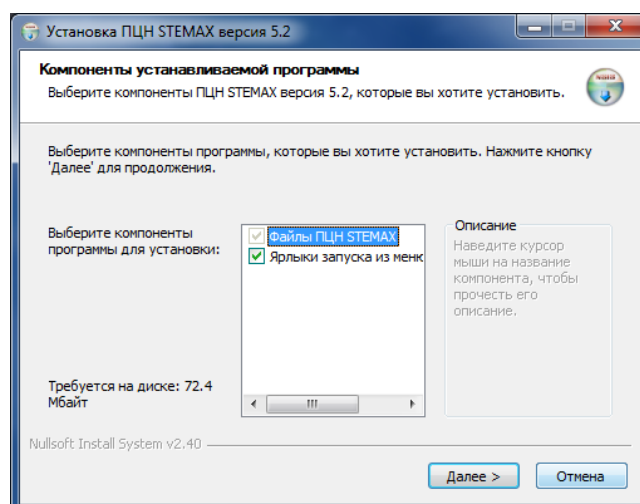

Рис. 5.24. Выбор компонентов ПО STEMAX
2. В открывшемся окне *Компоненты устанавливаемой программы* нажмите кнопку *Далее* (Рис. 5.24).